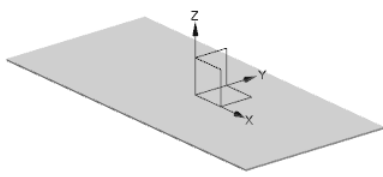

图 4.8.2 “突出块”特征 1
**Step2.** 创建图 4.8.2 所示的“突出块”特征 1。选择下拉菜单 **插入(I)** **→** **突出块(B)...** 命令，系统弹出“突出块”对话框；单击 **设置** 按钮，选取 XY 基准平面为草图平面，选中 **设置** 区域的 **创建中间基准 CSYS** 复选框，单击 **确定** 按钮，绘制图 4.8.3 所示的截面草图；选择下拉菜单 **任务(T)** **→** **完成草图(F)** 命令，退出草图环境；厚度方向采用系统默认的矢量方向，在 **厚度** 文本框中输入数值 0.2，即突出块钣金壁的厚度值为 0.2；在“突出块”对话框中单击 **确定** 按钮，完成特征的创建。